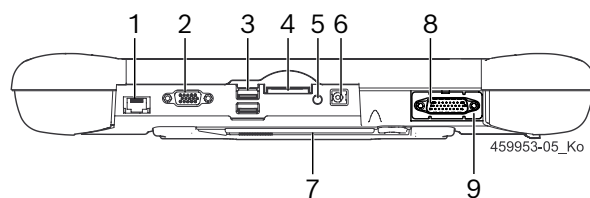

Fig. 2: Oversikt over grensesnitt på KTS 350
1. Koble til OBD-tilkoblingskabel på KTS 350 (Fig. 2, Pos. 8) og på kjøretøyet i OBD-grensesnittet.